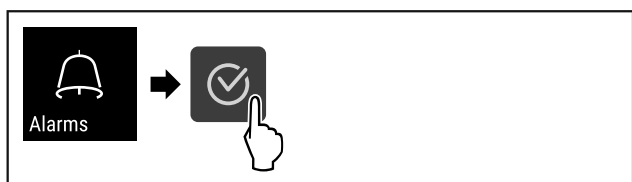

Fig. 97
- ▶ Izvedite zahtevane korake (glejte Fig. 97).
- ▶ Izvedite zahtevane korake (glejte Fig. 97) .